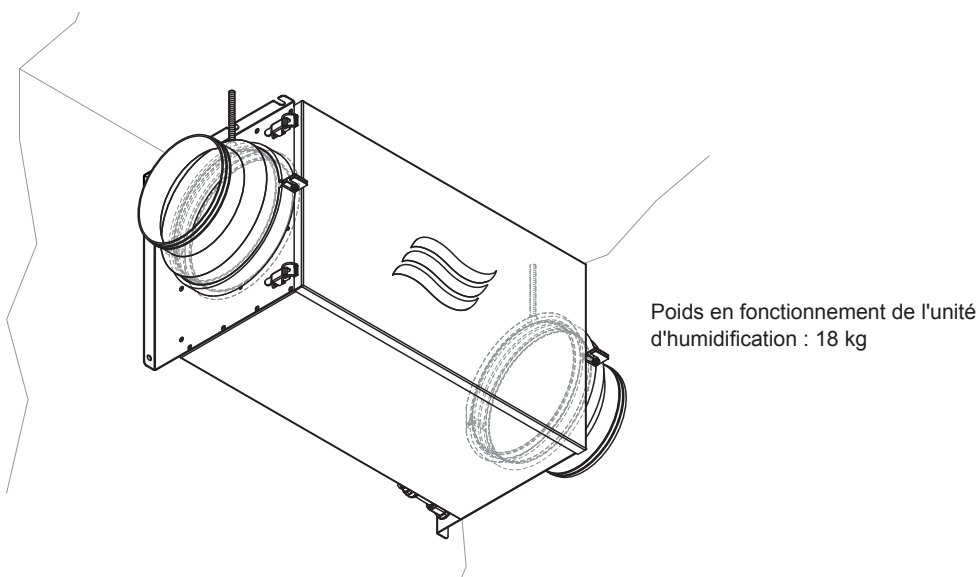

Fig. 12: Fixez le caisson de l'humidificateur aux colliers de serrage
3. Fixez le caisson de l'humidificateur aux colliers de serrage (voir Fig. 12).